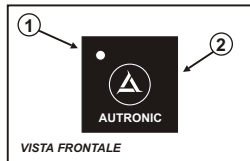

Fig.1
Durante il funzionamento a GAS (motore in moto) lo stato di riserva è segnalato con il led verde (1-Fig.1) lampeggiante velocemente: il filo bianco (riserva) è attivo quando è collegato verso massa. Dopo i primi 30 secondi, il commutatore rallenta l'acquisizione di livello di carburante, per una migliore visualizzazione della riserva.
--> Il led verde lampeggia (1-Fig.1)
- Ruotare il trimmer (Pic.2) fino ad avere il led verde sempre acceso (1-Fig.1)
Nota: a motore spento il led verde (1-Fig.1) è lampeggiante.
Questa opzione serve a far partire il motore a GAS immediatamente by-passando l'avvio a benzina: con motore fermo, tenere premuto il pulsante (2-Fig.1) fino a quando il led verde (1-Fig.1) non diventa acceso fisso. Infine accendere il motore.